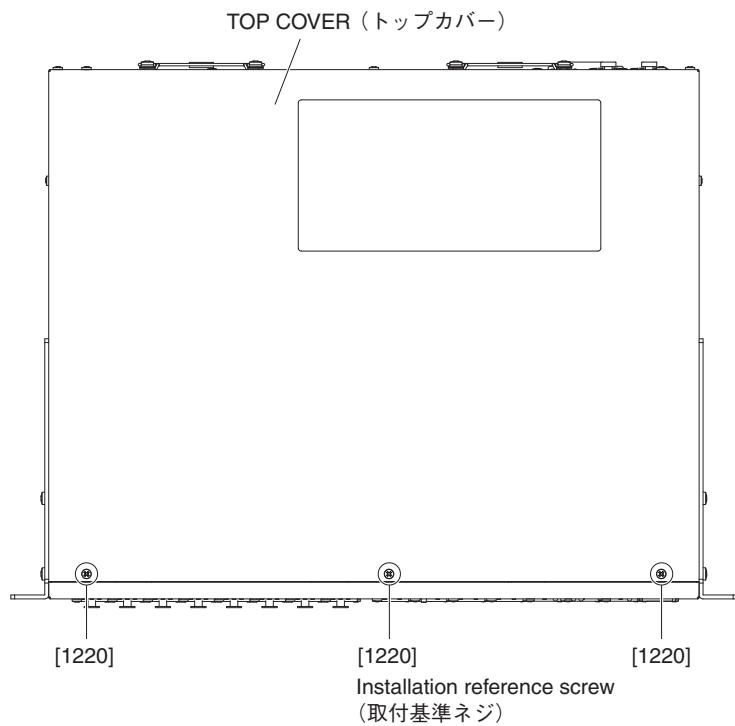

Fig. 2 (図 2)
- 1-2. Remove the twenty (20) screws marked [1220]. The top cover can then be removed. (Fig. 1, Fig. 2)
- 1-2. [1220] のネジ 20 本を外して、トップカバーを外します。 (図 1, 図 2)
- 2-2. Remove the screw marked [1040] on the rear panel. (Fig. 2)
- 2-2. リアパネル側の [1040] のネジ 1 本を外します。(図 2)
- 4-2. Remove the screw marked [1040] on the rear panel. (Fig. 2)
- 4-2. リアパネル側の [1040] のネジ 1 本を外します。(図2)